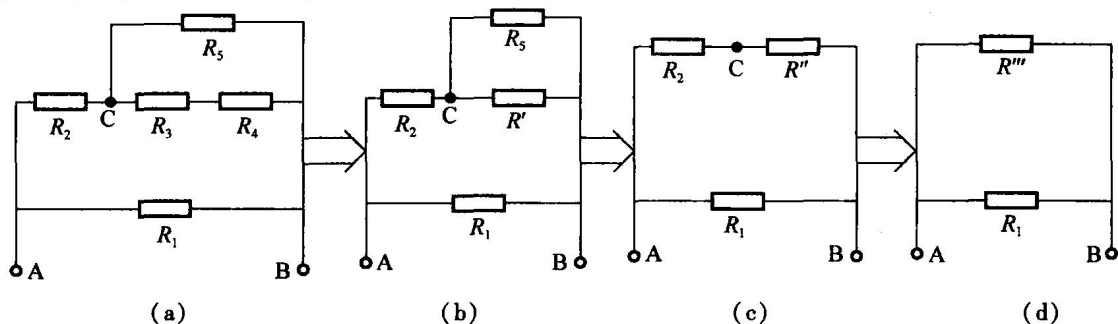

图 1-1-5 电阻的混联电路
① 电路中有两个或两个以上的电阻施加同一个电压的连接方式,称为电路的并联。
② 特点: $U_1 = U_2 = U$ $\frac{1}{R} = \frac{1}{R_1} + \frac{1}{R_2}$ $I_1 = \frac{R_2}{R_1 + R_2} I$ $I_2 = \frac{R_1}{R_1 + R_2} I$
3. 电阻的混联电路(如图 1-1-5 所示)